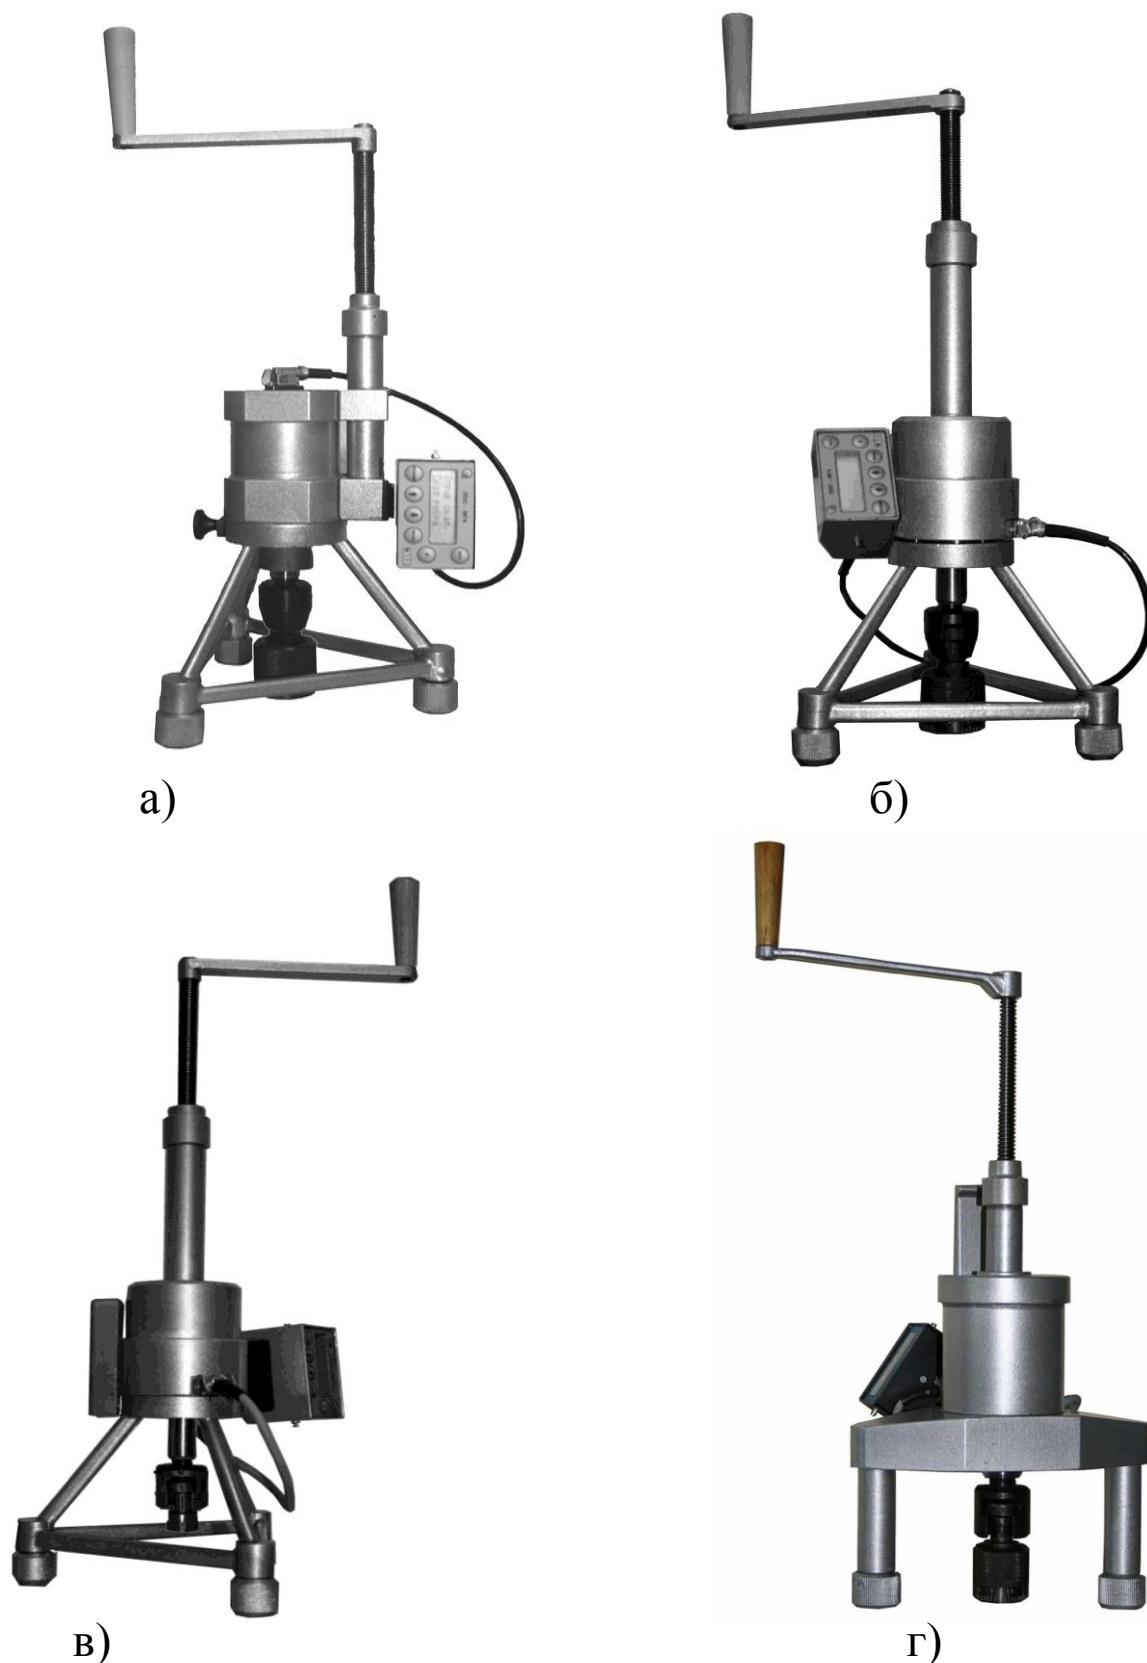

Рисунок 1.1 – Внешний вид измерителей прочности бетона
1.3.1 Конструктивно измерители выполнены в виде двух основных блоков (рисунок 1.1):